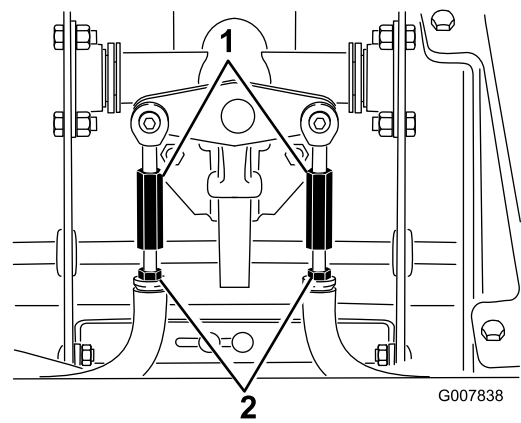

Figure 55
- D. Desserrez les écrous de blocage sur les tiges de déplacement, sous le panneau de commande (Figure 55).